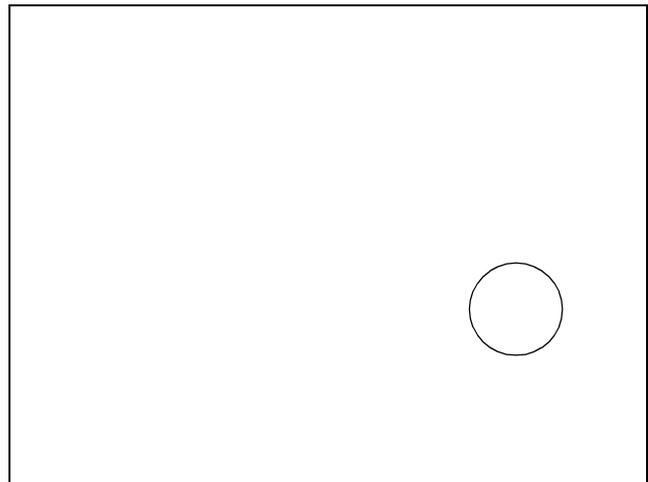

Рис. 4.12 Винты крепления внешнего защитного кожуха
3. Снимите внешний защитный кожух, для чего отвинтите закрепляющие винты, находящиеся вблизи задней оси. (Рис. 4.12).